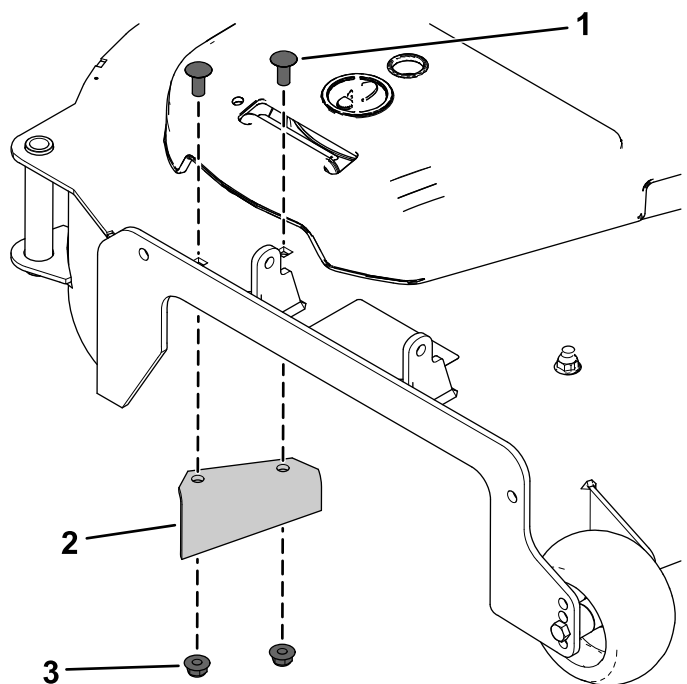

Figura 2
1. Rimuovete il deflettore di scarico esistente, 2 bulloni a testa tonda e 2 dadi di bloccaggio (Figura 2).